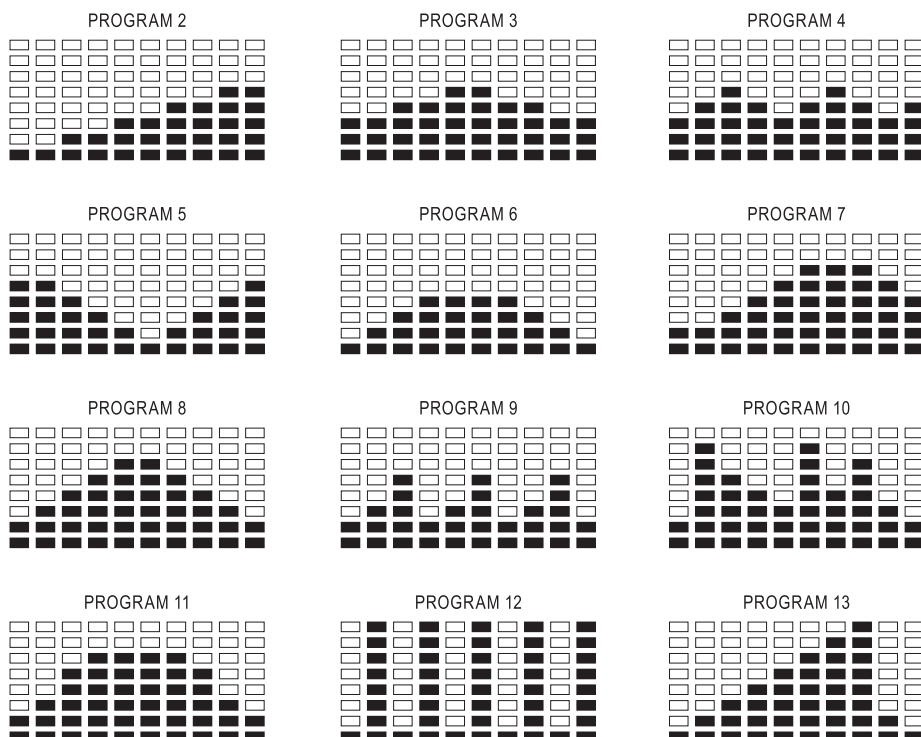

Figure 2
5. Utilisez les boutons UP/DOWN pour sélectionner l'un des programmes prédéfinis (PROGRAM 2–13) (fig. 2).